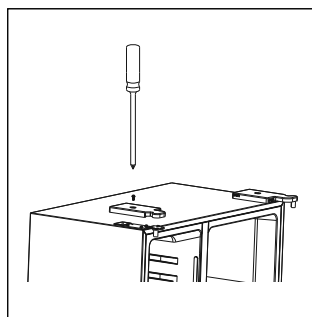

Abb. 4
- ▶ Entfernen Sie die Scharnierabdeckung mit dem Kreuzschlitz-Schraubendreher (siehe **Abb. 4**).